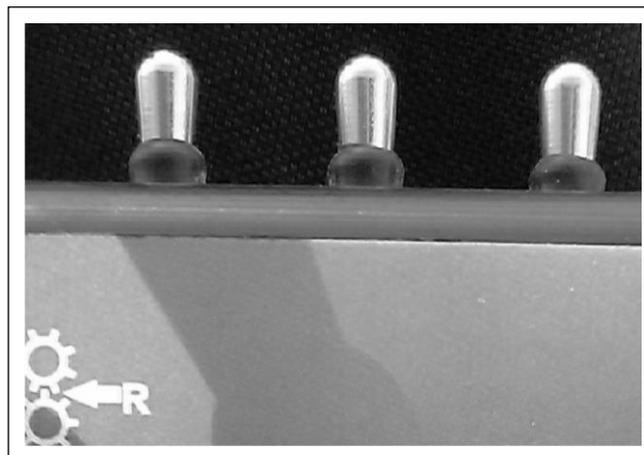

Abb. 2-7
**Abb. 2-7** Es gibt 3 Kippschalter auf der Oberseite der Steuereinheit. Einer der Kippschalter wird zum Zusammenklappen des Auswurfkrümmers verwendet, die anderen zwei sind für Zusatz-Ausrüstung vorgesehen. Die Kippschalter gehen nach der Aktivierung automatisch in die neutrale mittlere Position zurück.